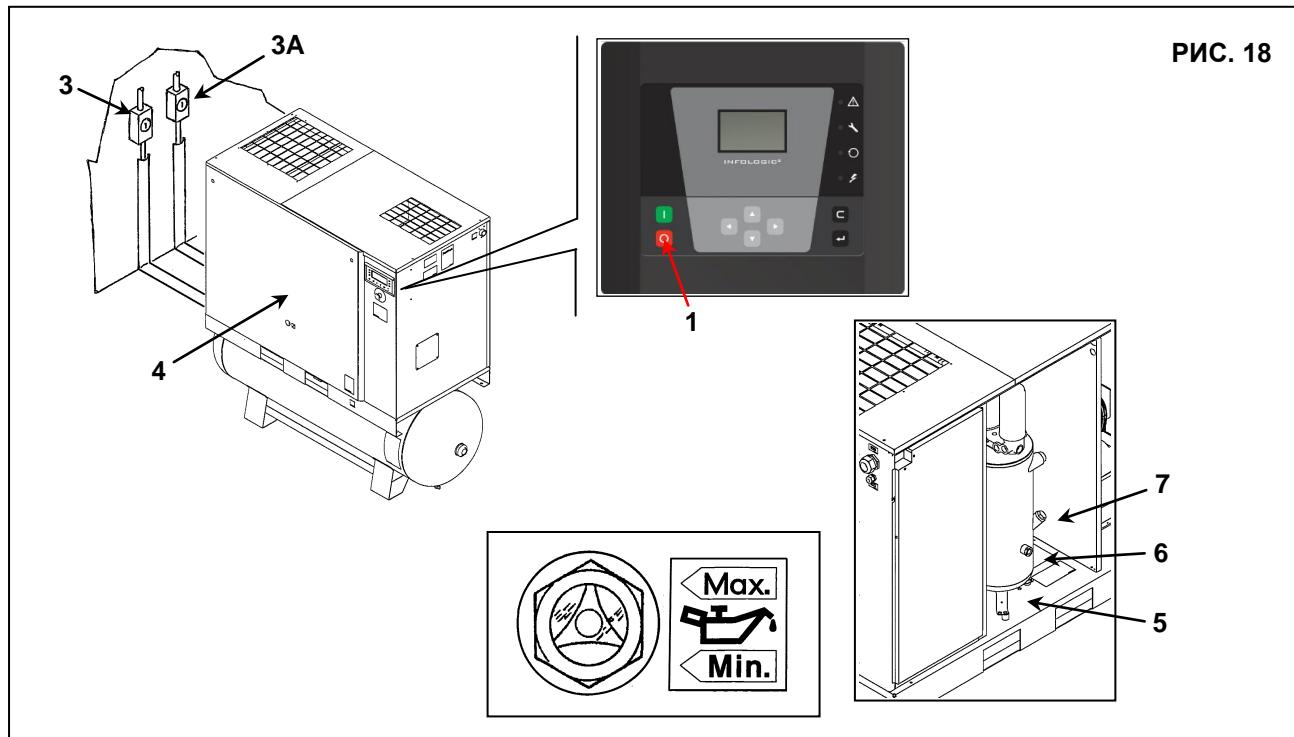

РИС. 18
- Выключите машину кнопкой (поз. 1, Рис. 18): при этом машина остановится через 45 секунд работы на холостом ходу.
- Отключить подачу питания с помощью рубильника поз. 3 рис. 18 (для винтового компрессора) и поз. 3A рис. 18 (для осушителя, если имеется).
- Снимите панели (поз. 4, Рис. 18) прилагаемым ключом.
- МЕДЛЕННО поверните кранник (поз. 5, Рис. 18) и дайте конденсату стечь.
- Проверьте уровень масла по указателю (поз. 6, Рис. 18).
- Проверьте уровень масла по указателю (поз. 6, Рис. 18)
- Откройте переднюю панель (поз. 4, Рис. 18) специальным ключом.
- Медленно откройте масляную пробку (поз. 7, Рис. 18).
- Добавьте масло того же типа, которое залито в компрессор, до максимального уровня согласно поз. 6, Рис. 18.
- Выключите заглушку масляного бака (поз. 7, Рис. 18).
- Закройте панель (поз. 4, рис. 18).